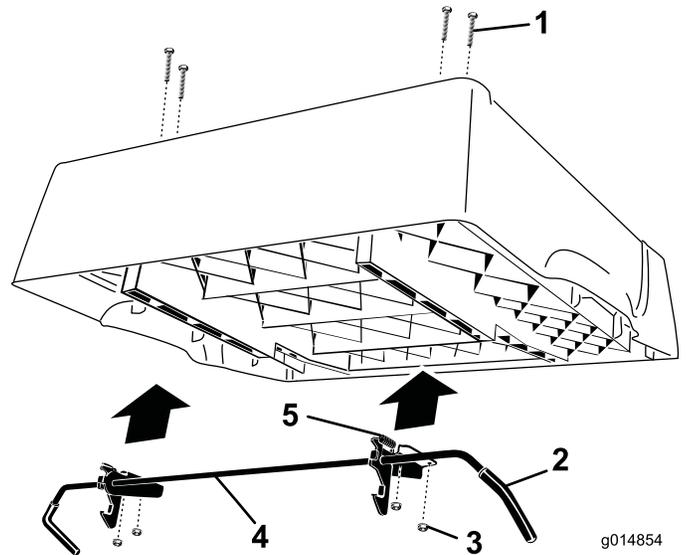

Figura 3
3. Individuate il gruppo fermo e le maniglie in gomma nelle parti sciolte (Figura 3). Fate scivolare le maniglie sulle parti terminali del gruppo fermo.
4. Montate il gruppo fermo sul pianale come mostrato in Figura 3. Per fissare il gruppo al pianale utilizzate 4 bulloni a testa tonda e dadi di bloccaggio; serrate i dadi a 22,6 N-m.
5. Installate 2 molle sul gruppo fermo (Figura 3).